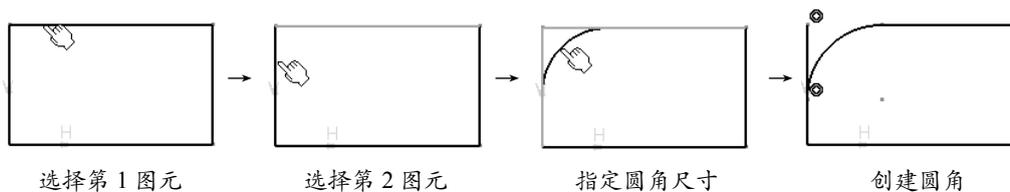

图 5-5
- 修剪第一图元 ：单击此按钮，创建圆角后仅修剪所选的第 1 个图元，如图 5-5 所示。